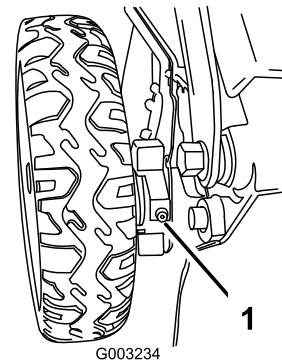

Figura 45
1. Limpie con un trapo limpio los puntos de engrase situados justo dentro de las ruedas traseras (Figura 45).